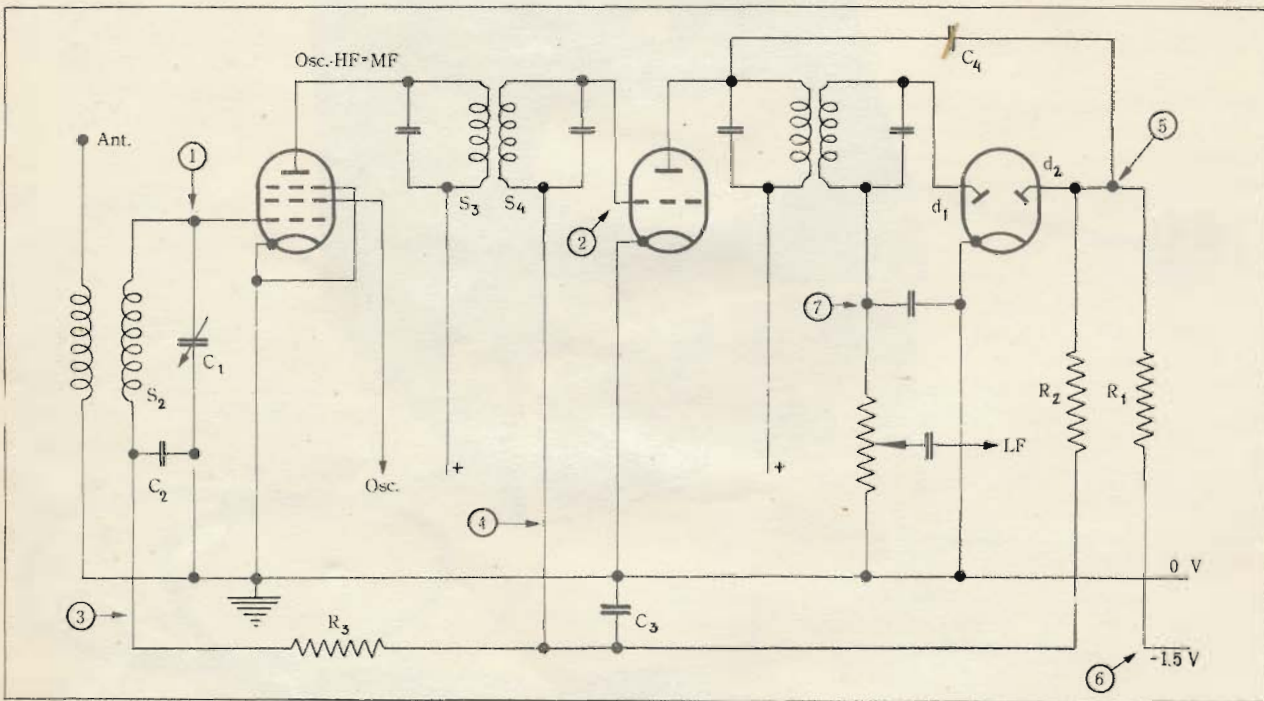

Fig. 3
d) Mätning av den automatiska volymkontrollens funktion (fig. 3).